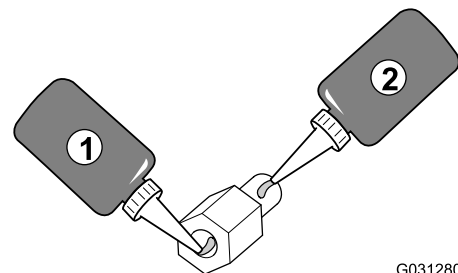

Bild 150
- Tragen Sie Gewindesperrmittel mittlerer Stärke auf das Gewinde des Mutterteils des Gewindeabstandsbolzens auf (Bild 150).
- Tragen Sie Gewindesperrmittel mittlerer Stärke auf das Gewinde des Bolzenteils des Gewindeabstandsbolzens auf (Bild 150).